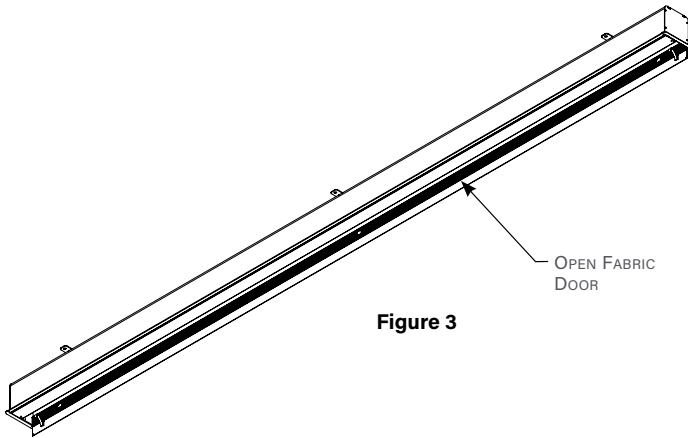

Figure 3
1. Open fabric door (Figure 3).